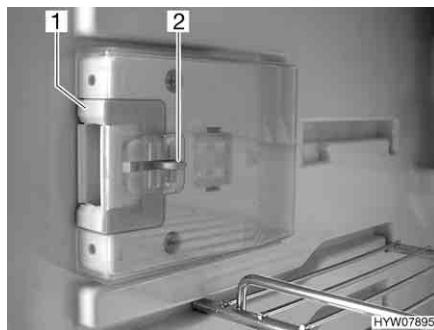
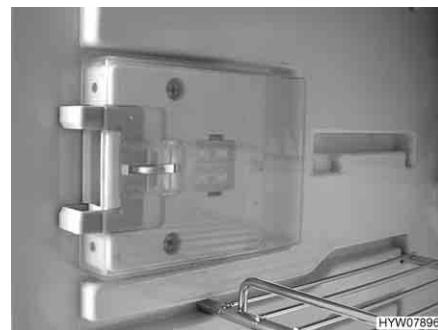

Fig. 106 Dispositivo di chiusura in posizione normale
Fig. 107 Dispositivo di chiusura in posizione di ricircolo d'aria
- Premere il dispositivo di sblocco (Fig. 106,2).
- Spingere il dispositivo di chiusura (Fig. 106,1) in avanti (Fig. 107).